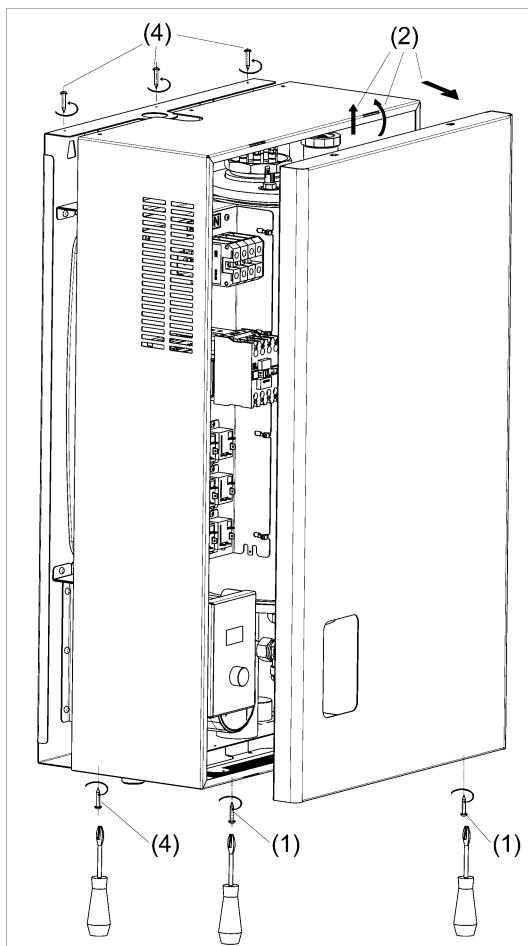

Рисунок 5. Снятие лицевой панели и кожуха
(1) Проверьте прочность стены (вертикального основания) на которую планируется установка прибора. При необходимости выполните усиление стены. Выполните разметку отверстий в стене под крепление прибора, размеры для крепления приведены в **Приложении А**.
(2) Просверлите отверстия в основании, на которые планируется крепить прибор.
(3) Снимите кожух прибора (см. рис. 5).
(4) Выполните установку и фиксацию прибора на вертикальное основание.
(5) Выполните электрическое подключение прибора к сети и электромонтаж других компонентов (3-ходовой клапан ГВС, датчики температуры и т.п) согласно требованиям раздела 6.
(6) Установите кожух прибора.
- (1) Выверните два самореза с нижнего торца панели (см. рис. 5).
- (2) Выдвиньте лицевую панель на себя и слегка приподнимите.
- (3) Уберите панель в сторону в безопасное место.
- (4) Выверните по три самореза с нижнего и верхнего торца кожуха.
- (5) Снимите кожух